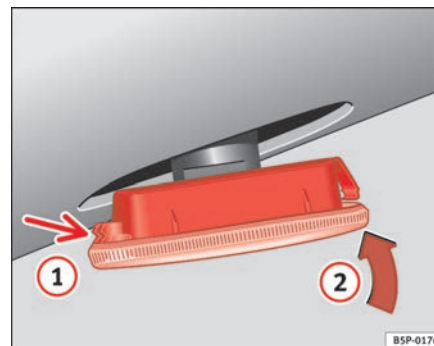

Fig. 190 Intermitente lateral
- Coloque el intermitente en primer lugar en el orificio de la carrocería, encajando las pestañas ⇒ página 272, fig. 190, flecha ①.
- Encaje la lámpara como indica la flecha ② ⇒ página 272, fig. 190. ■